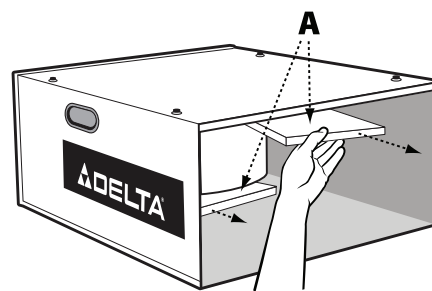

FIG. 2C
4. Retirer les blocs de styromousse (A) Fig. 2C et remplacer les filtres.